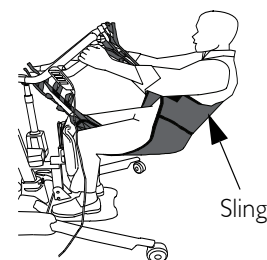

FIGURE 4.2 Levage du Patient
REMARQUE: Pour cette procédure, consultez la FIGURE 4.2 page 49.
1. Donnez au patient la consigne de se tenir aux poignées des deux côtés du lève-personnes verticalisateur (Détail «A» de la FIGURE 4.2).
4. Lors du transfert depuis un fauteuil roulant, bloquez les roues du fauteuil (Détail «B» de la FIGURE 4.2).
5. Appuyez sur le bouton de montée (UP) sur la télécommande pour lever le patient au-dessus de la surface (lit, fauteuil roulant, ou chaise). Le poids du patient est entièrement supporté par le lève-personnes verticalisateur (détail «C» de la FIGURE 4.2).